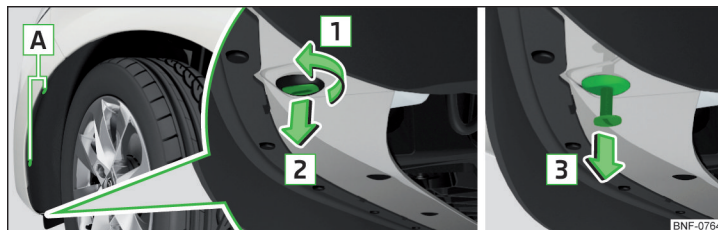

Bild 144 Demontera hjulhuspanelen
- Med skruvmejseln från verktygssatsen ska du skruva loss skruvarna **A** » bild 144 ur hjulhuspanelen.
- Sätt i den del av sprängniten som är försedd med en slits mot pilens riktning **2** och vrid 90 grader i pilens riktning **1** » bild 144.